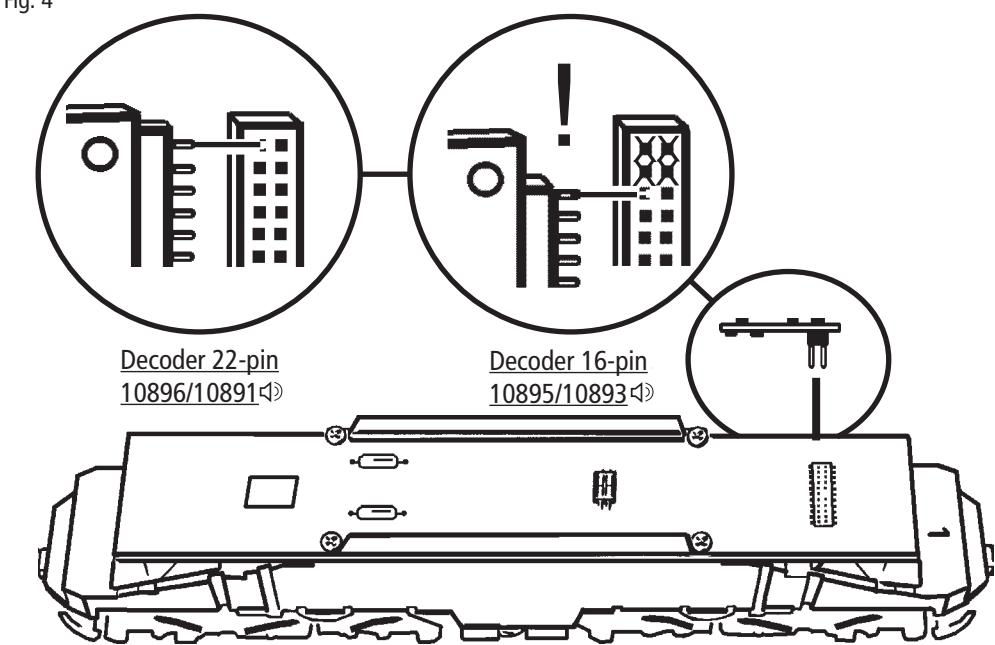

Fig. 3
**2. Schmierung:** Versiehen Sie die im Schmierplan in Fig. 8 gekennzeichneten Stellen mit nur **kleinen Öltropfen**. Dazu zuerst das Lokgehäuse abnehmen (Fig. 3). Wir empfehlen den ROCO **Öler Art.-Nr. 10906**. Fürs Schmieren der Getriebeteile (Zahnräder, Schnecke) empfehlen wir das **ROCO-Spezialfett Art.-Nr. 10905**. Im Falle der Schmierung diese Teile **nicht ölen**.
**2. Lubrication:** Apply **tiny oil drops** to spots marked in fig. 8. Prior to lubrication dismantle locomotive (fig. 3). We recommend using item no. **10906, ROCO oiler**. For lubrication the gearparts (e.g. cogwheels, worm) we would recommend our ROCO **special grease** (item no. **10905**).
**4. Carbon Brush Changing:** First remove loco body (fig. 3), and then the motor (fig. 5).
**2. Graissage:** N'appliquez **qu'une tout petite goutte** aux endroits indiqués par le plan de graissage (fig. 8) après avoir démonté la caisse de la locomotive (fig. 3). Nous vous recommandons **le graisseur à huile ROCO réf. 10906**. Pour graisser les engrenages (roues dentées, vis sans fin) nous vous conseillons la **graisse spéciale ROCO réf. 10905** pour engrenages en matières synthétiques. Lorsque vous utilisez cette graisse il faut éviter d'huiler ces composants.
**4. Remplacement des balais du moteur:** Démontez la caisse (voir fig. 3). Démontez ensuite le moteur et échangez le balais (fig. 5).
voir } Fig.3